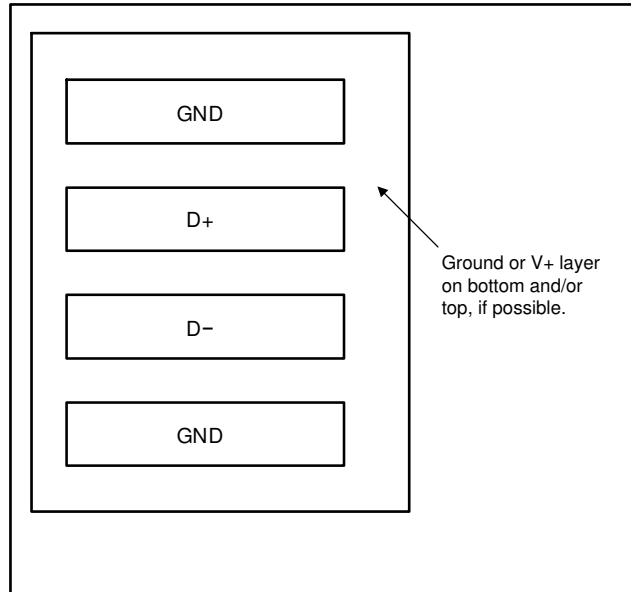

图 10-3. 示例信号布线
- 将 D+ 和 D- 布线紧密相邻，并使用接地防护布线屏蔽相邻信号的布线，如图 10-3 所示。如果使用多层 PCB，请将这些布线埋在大地图面或 VDD 平面之间，从而屏蔽平面，以免受到外部噪声源的影响。TI 建议使用 5mil (0.127mm) PCB 布线。